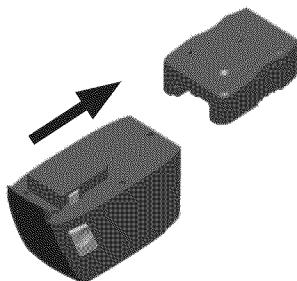

Figura 4 - Quite el cargador
4. Desenchufe el cargador. Quite el cargador deslizándolo hacia afuera (Vea la Figura 4).